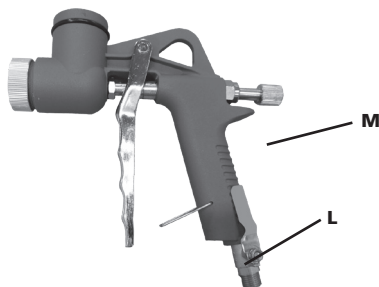

Fig.2
Para ajustar el flujo de producto, gire el mando (M) (Fig. 2). Para ajustar el flujo de aire, gire la palanca (L) (Fig. 2).